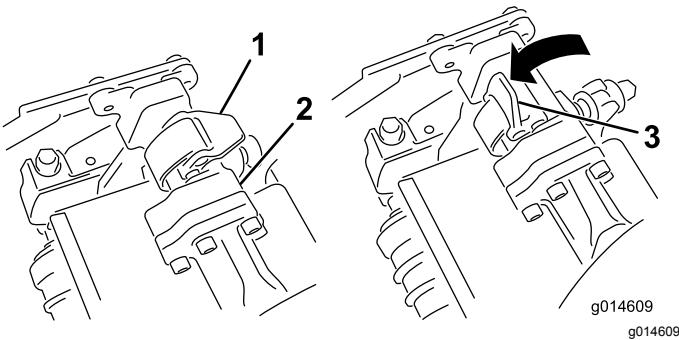

Figure 42
3. Les verrous de la barre de bras de suspension étant orientés en haut (c.-à-d. ouverts) (Figure 42), poussez le bras de suspension vers le bas pour que la barre s'engage sur la barre transversale en haut du plateau de coupe (Figure 43).
4. Fermez les verrous autour de la barre du plateau de coupe et bloquez-les en place (Figure 42).
4. Ouvrez les verrous sur la barre du bras de suspension appartenant au plateau de coupe que vous voulez déposer (Figure 42).